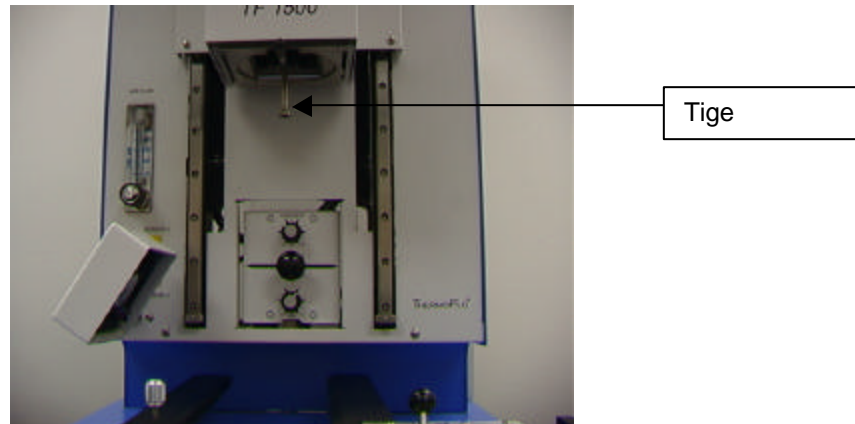

Figure 3a
- i. Insérez la bonne taille de tige aspirante. Le diamètre doit être inférieur à la partie supérieure du composant. Vissez la tige. (Figure 3a)